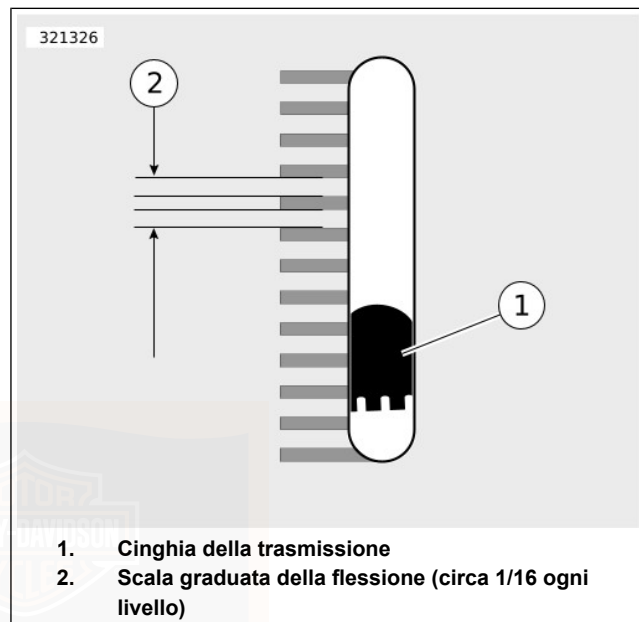

Figura 48. Finestra di visualizzazione della flessione delle cinghie
- a. **Modelli dotati della finestra di visualizzazione della flessione della cinghia:** Vedere Figura 48. Misurare la flessione della cinghia come si vede attraverso la rispettiva finestra di visualizzazione tenendo fermo il misuratore. Ogni graduazione della flessione corrisponde a circa 1,59 mm (1/16 in).